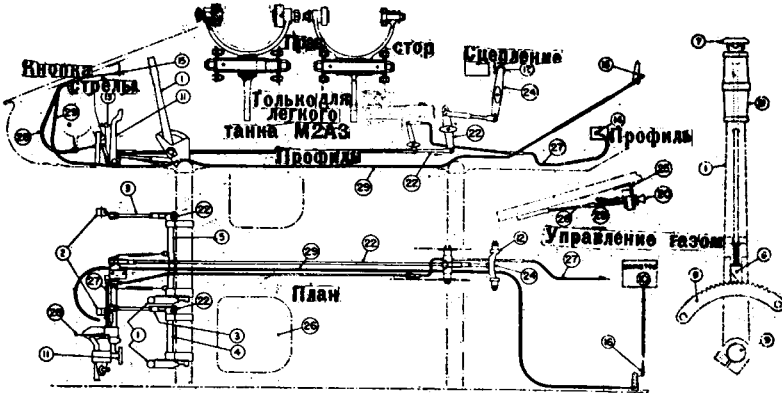

Рис. 67. Устройство управления.
97. Управление дросселем (рис. 67).
98. Т о р м о з а (рис. 67).
99. Переключение скоростей (рис. 67).